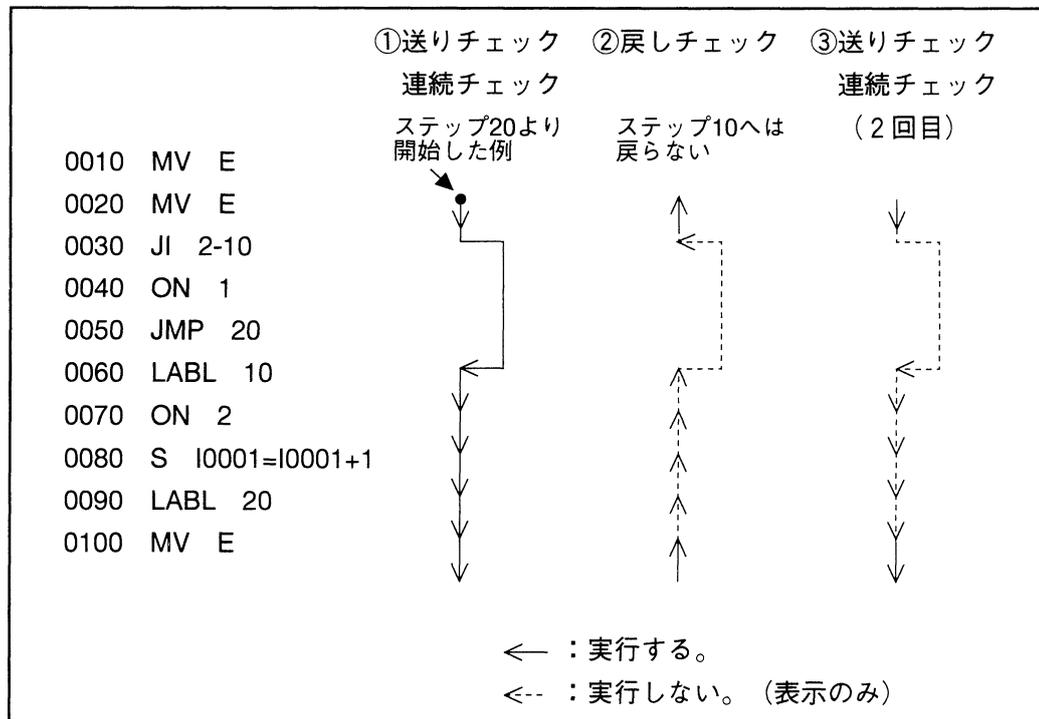

図2-17 ティーチングチェックのステップ実行順序
- (1) 戻しチェックは、連続チェックおよび送りチェックで実行した逆の順に戻ります。図2-17のように、ジャンプコマンドでジャンプした場合は、ジャンプコマンドのステップへ戻ります。
- (2) 戻しチェックのとき、動作コマンドは実行しますが(図2-17の←)、その他のコマンド(入出力、演算など)は表示が戻るだけで、実行はしません。(図2-17の←-)
- ②ただし、ツール定義(P9-25の「9-2 ツール定義」参照)は実行され有効となります。また、戻しチェック後、再度連続チェック・送りチェックを行なうときも同じ動作コマンドおよびツール定義は実行します。
- (3) プログラム途中のステップより連続チェック、および送りチェックを開始した場合は、戻しチェックでそれ以前のステップへ戻すことはできません。(図2-17を参照)
- (4) サブルーチン内で戻しチェックを行なう場合は、そのサブルーチンの先頭までしか戻すことができません。
- (5) SP0を設定すると、SP10となります。